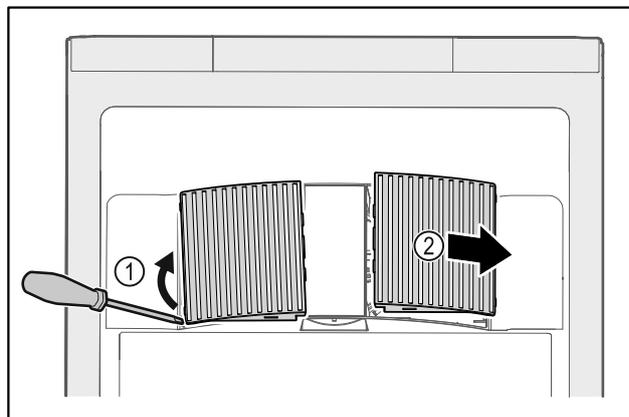

Fig. 152
► Estrarre con cautela i coperchi delle ventole dai lati Fig. 152 (1) e rimuoverli in avanti Fig. 152 (2).